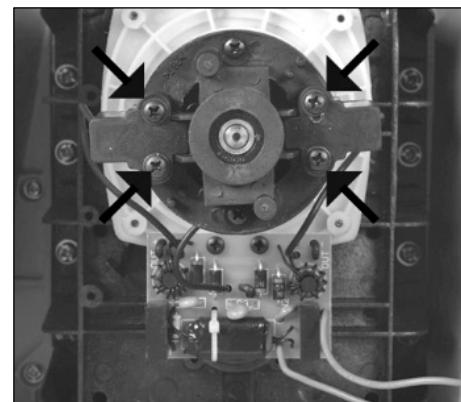

Рисунок 6.
- Снимите крышку щетки, выкрутив два винта крепления (рис. 6).